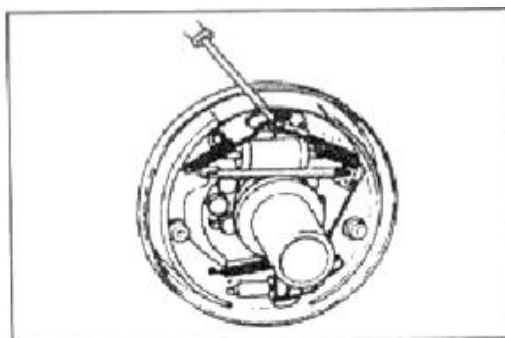

Рис. 6-8
(2) Снимите возвратные пружины двух тормозных колодок (рис. 6-8).